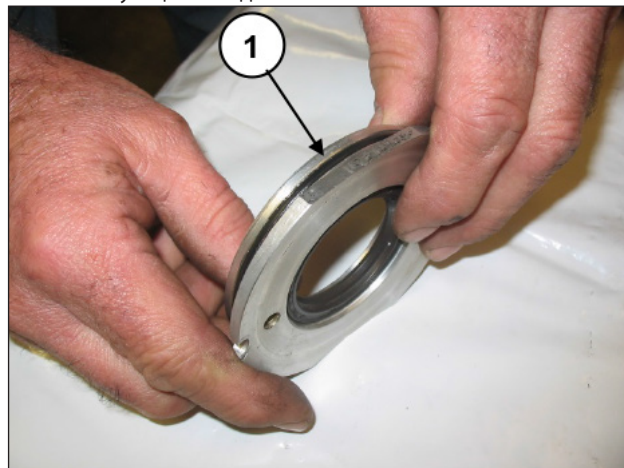

Рис. 118
Установите уплотнительное кольцо круглого сечения (поз. ①, Рис. 118) в гнездо крышки сальника, а затем через верхнюю прорезь в картере вставьте собранный узел в соответствующее гнездо.